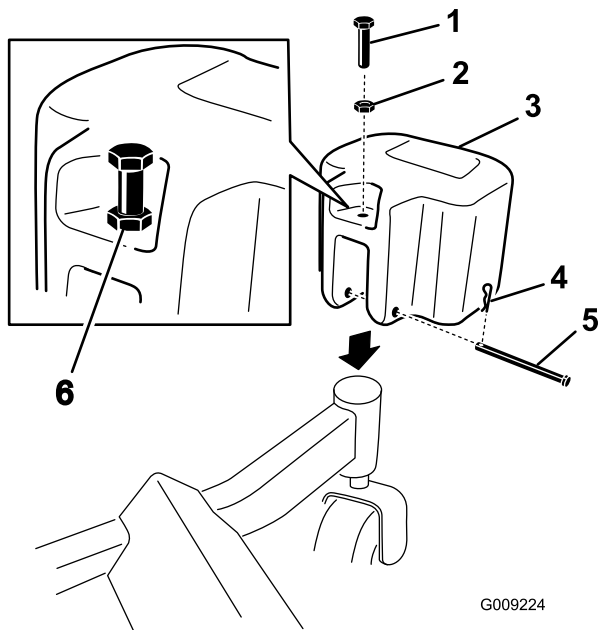

Figure 34
1. Montez les masses sur les roues pivotantes avant à l'aide d'un axe de chape et d'une goupille fendue (Figure 34).
2. Placez l'écrou sur chaque boulon entièrement fileté et mettez les boulons dans chaque masse (Figure 34).